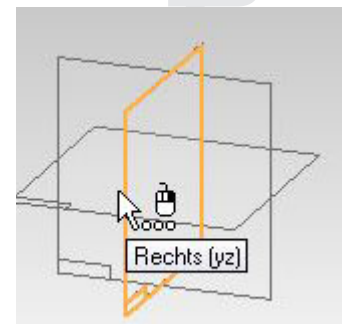

Abb. 3 Die Hauptebenen
6. Sie erhalten in der Aufforderungsleiste die Anweisung: „Identifizieren Sie eine planare Teilfläche“. Wählen Sie im Arbeitsfeld die Ebene *-Rechts(yz)-* als planare Fläche (Abb.3).